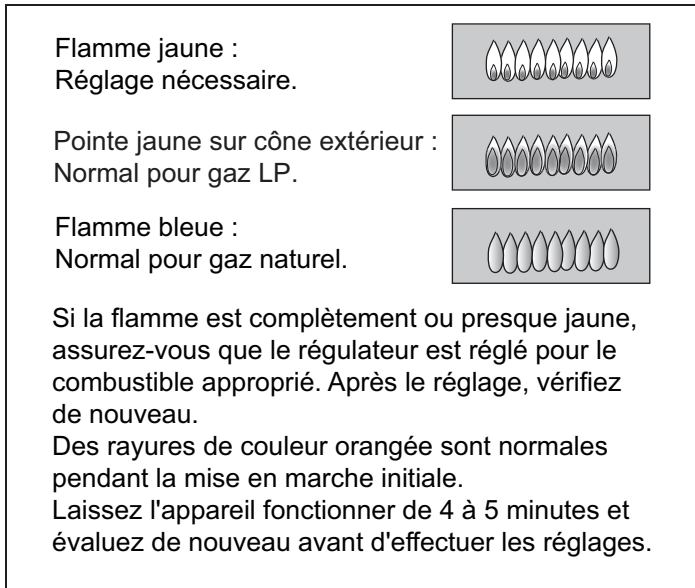

Figure 10 : Caractéristiques de flamme
**Vérifiez la flamme. Réglage haut.** Tournez le bouton à HI. Voir Figure 10 pour les caractéristiques de flamme appropriées.